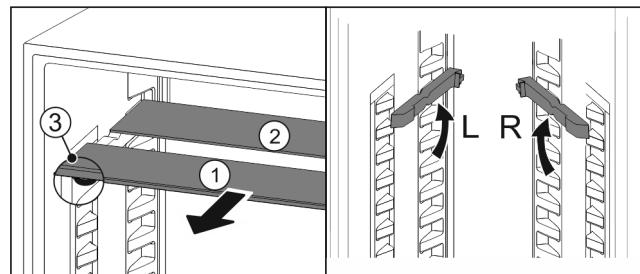

Fig. 67
- Skleněné desky jednotlivě vytáhněte dopředu Fig. 67 (1).
- Skleněná deska Fig. 67 (1) s ozdobnou lištou leží vpředu.
- Zarážky Fig. 67 (3) směřují dolů.